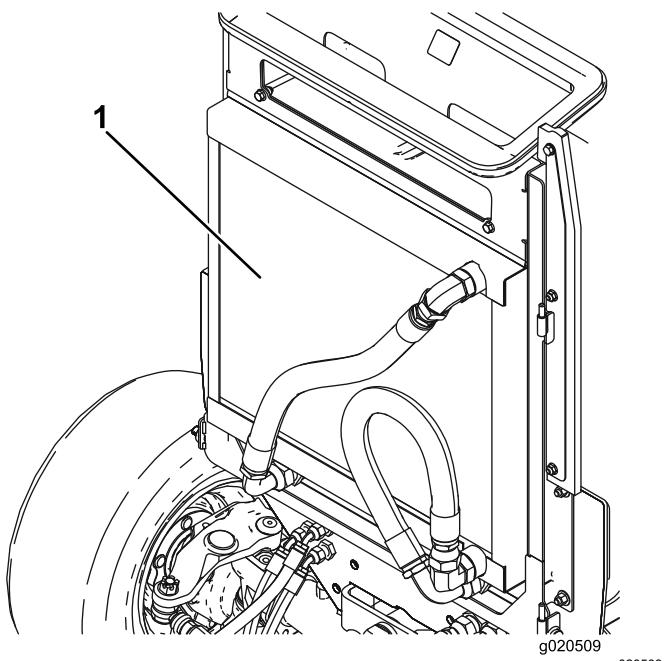

Figura 76
4. Pulite accuratamente entrambi i lati dell'area del radiatore/refrigeratore dell'olio (Figura 76) utilizzando aria compressa. Iniziate dal lato anteriore ed eliminate i detriti spingendoli verso la parte posteriore. Successivamente eseguite la pulizia partendo dalla parte posteriore e soffiando l'aria verso la parte anteriore. Ripetete la procedura più volte fino a rimuovere completamente sporcizia e detriti.